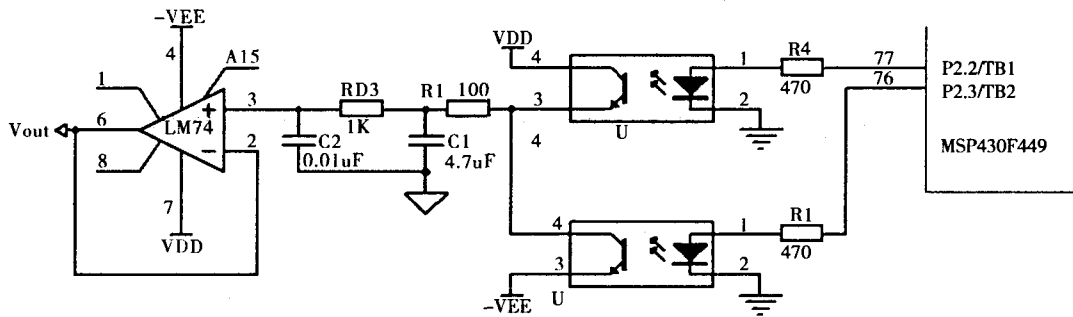

图 3 PWM 数模转换电路
(1) PWM 数模转换电路如图 3 所示, TB1、TB2 输出两路互补 PWM 脉冲,经光电隔离器分别使滤波电路接于 VDD 或 VEE 产生对称电压的 PWM,消除因电源电压补对称产生的波形失真。